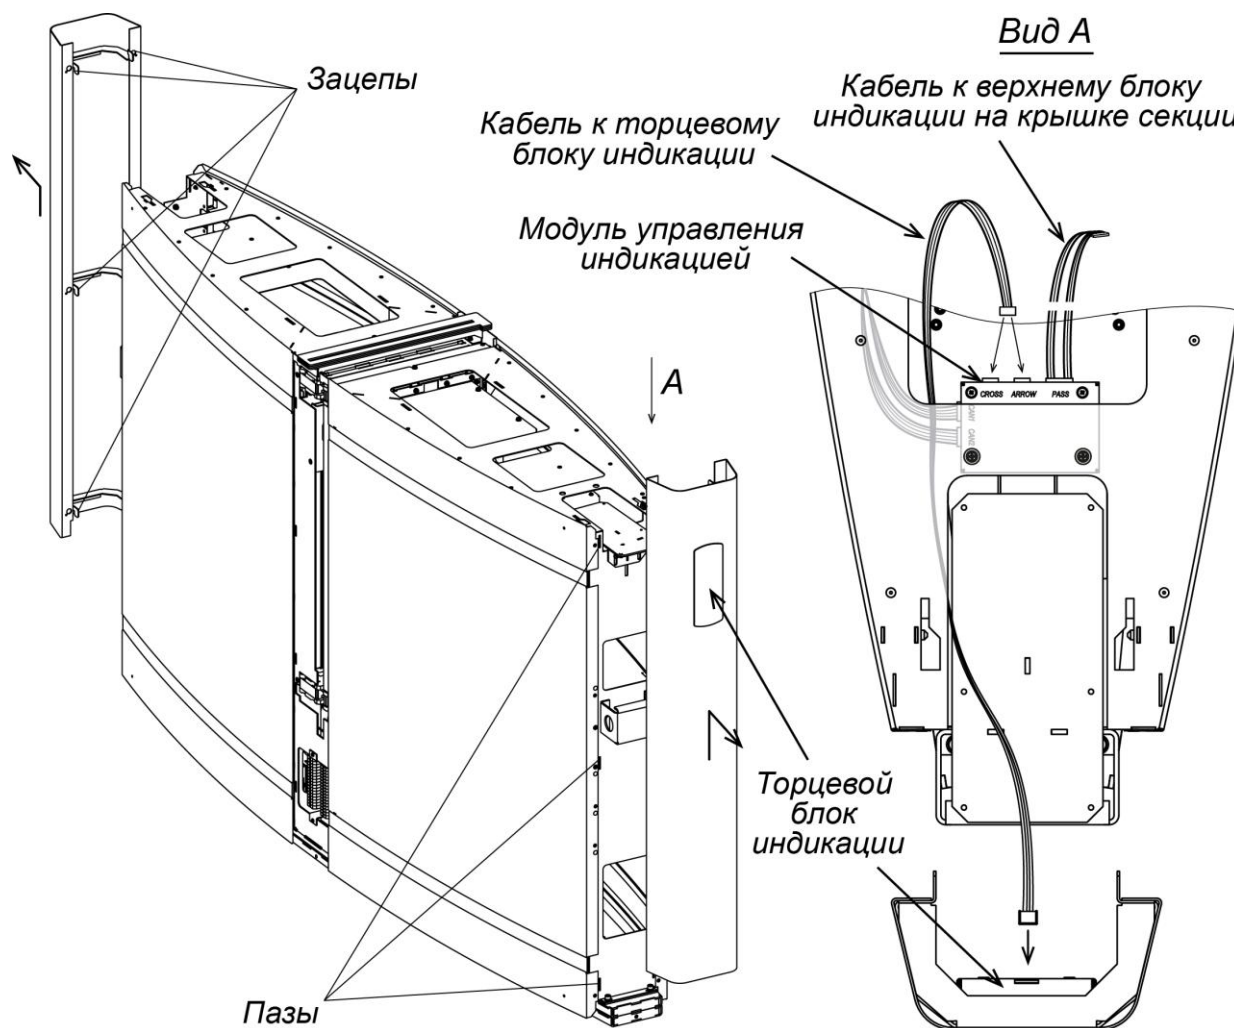

Рисунок 19. Демонтаж торцевой панели
Демонтируйте торцевые панели (7) (см. разд. 8.7.1, рис. 19). Будьте аккуратны, не повредите соединительный кабель торцевого блока индикации (8)!
21. Распакуйте створки стеклянные (1), стекла заполнения (2), стеклянные крышки секций (3), центральные вставки (4) и боковые панели (6) (ящики №2, №4).
- Установите торцевые панели (7) (см. разд. 8.7.1, рис. 19). Панель с торцевым блоком индикации (8) должна монтироваться со стороны секции с модулем управления индикацией, при этом к торцевому блоку индикации необходимо подсоединить соответствующий соединительный кабель от модуля управления индикацией (см. рис. 19). Для отображения на торцевом блоке индикации белой стрелки соединительный кабель должен быть подключен к разъему **ARROW** модуля управления индикацией, для отображения красного креста – к разъему **CROSS**.
Смонтируйте стеклянные крышки (3) (см. разд. 8.7.8, рис. 26), крышка с верхним блоком индикации (5) должна монтироваться со стороны секции с модулем управления индикацией, предварительно к верхнему блоку индикации необходимо подсоединить соответствующий соединительный кабель от модуля управления индикацией (см. рис. 19).
1. Сдвиньте панель вверх вдоль торцевой стороны секции для вывода её из зацепов (допускается в качестве рычага использовать большую плоскую отвертку, вставленную в щель снизу панели), после чего аккуратно отведите её от секции (см. рис. 19) на расстояние около 10 см. Будьте осторожны и не повредите соединительный кабель!
Крышки с верхним блоком индикации должны устанавливаться со стороны секции с модулем управления индикацией, предварительно к верхнему блоку индикации необходимо подсоединить соответствующий соединительный кабель от модуля управления индикацией, см. рис. 19 и 26.